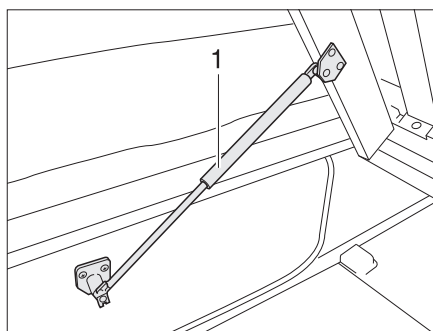

Fig. 66 Cama fija
- Levantar el somier. Los resortes por presión de gas (Fig. 66,1) retienen el somier en la posición abierta.